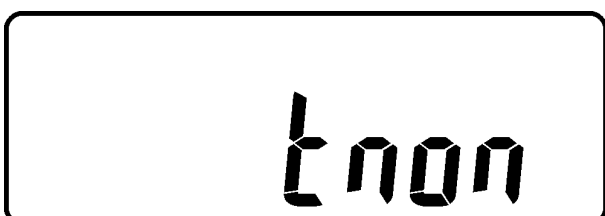
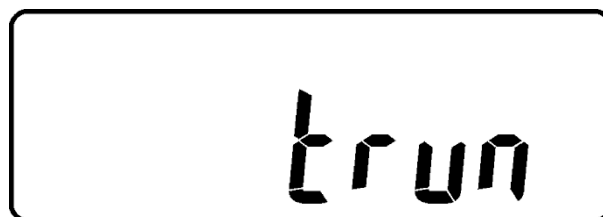
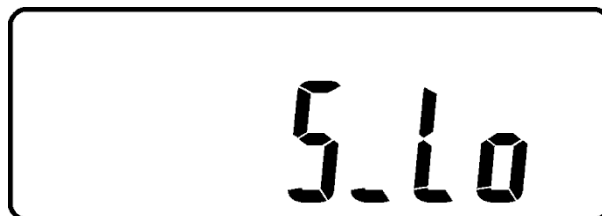

Рис. R1 Самодиагностика НЕ "ВКЛ"
Рис. R2 Самодиагностика "ВКЛ"
Рис. S1: Напряжение байпаса с небольшим допуском
- Нажмите кнопку, чтобы пролистать поле экрана ЖК-дисплея вниз и проверить настройки ИБП. ЖК-дисплей выглядит следующим образом: Рис. Q1 (звуковой сигнал) → Рис. R1 (самодиагностика) → Рис. S1 (окно напряжения байпаса) → Рис. T (раздел синхронизированной выходной частоты) → Рис. U (выходное напряжение преобразователя) → Рис. V1 (режим ИБП) → Рис. W (точная настройка выходного напряжения) → Рис. X (идентификатор ИБП) → Рис. Y (положение ИБП в параллельной системе).
- 3. Для вызова специальных функций нажмите кнопку "стр. вверх". Имеются следующие функции: Звуковой сигнал ВКЛ (как на Рис. Q1) или звуковой сигнал ОТКЛ (как на Рис. Q2, сигнал предупреждений ИБП отключен) и самодиагностика ОТКЛ (как на Рис. R1) или самодиагностика ВКЛ (как на Рис. R2). ИБП произведет тестирование аккумуляторных батарей в течение 10 секунд. После успешного завершения теста отобразится Рис. E1. В противном случае Рис. E2 и одновременно сообщение об ошибке.
Рис. S1 и S2 относятся к окну для входа байпаса. Допустимыми значениями являются: 184 В AC ~ 260 В AC или 195 В AC ~ 260 В AC.